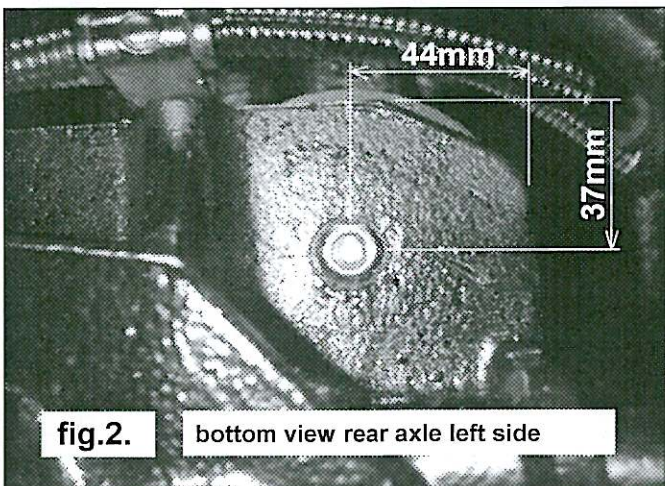

fig.2.
4. Percer un trou de 8.5mm dans l'essieu AR à la place de la butée. Voir fig.2.
4. Borra ett hål, 8,5mm, i bakaxeln enligt bild 2.